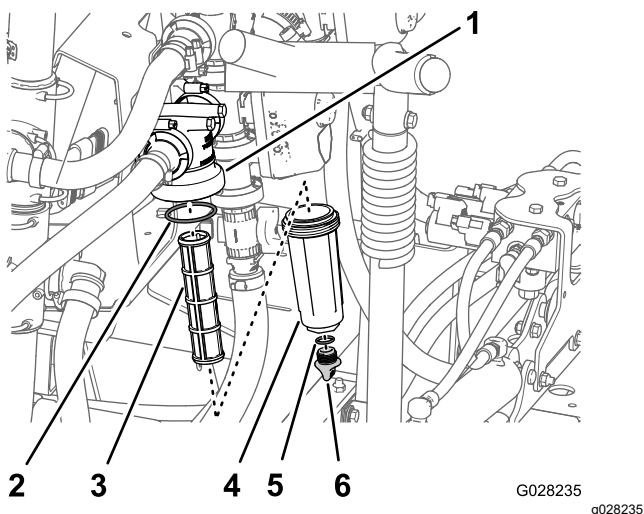

Figure 52
2. Placez un bac de vidange sous le filtre de pression (Figure 52).
3. Tournez le bouchon de vidange dans le sens antihoraire et déposez-le de la cuvette du filtre de pression (Figure 52).
4. Tournez la cuvette dans le sens antihoraire et déposez la tête du filtre (Figure 52).
5. Retirez l'élément du filtre de pression (Figure 52).
7. Contrôlez l'état et l'usure du joint du bouchon de vidange (à l'intérieur de la cuvette) et du joint de la cuvette (à l'intérieur de la tête du filtre) (Figure 52).
8. Placez l'élément dans la tête du filtre de pression (Figure 52).
9. Vissez la cuvette sur la tête du filtre à la main (Figure 52).
10. Vissez le bouchon de vidange sur le raccord au fond de la cuvette et serrez-le à la main (Figure 52).